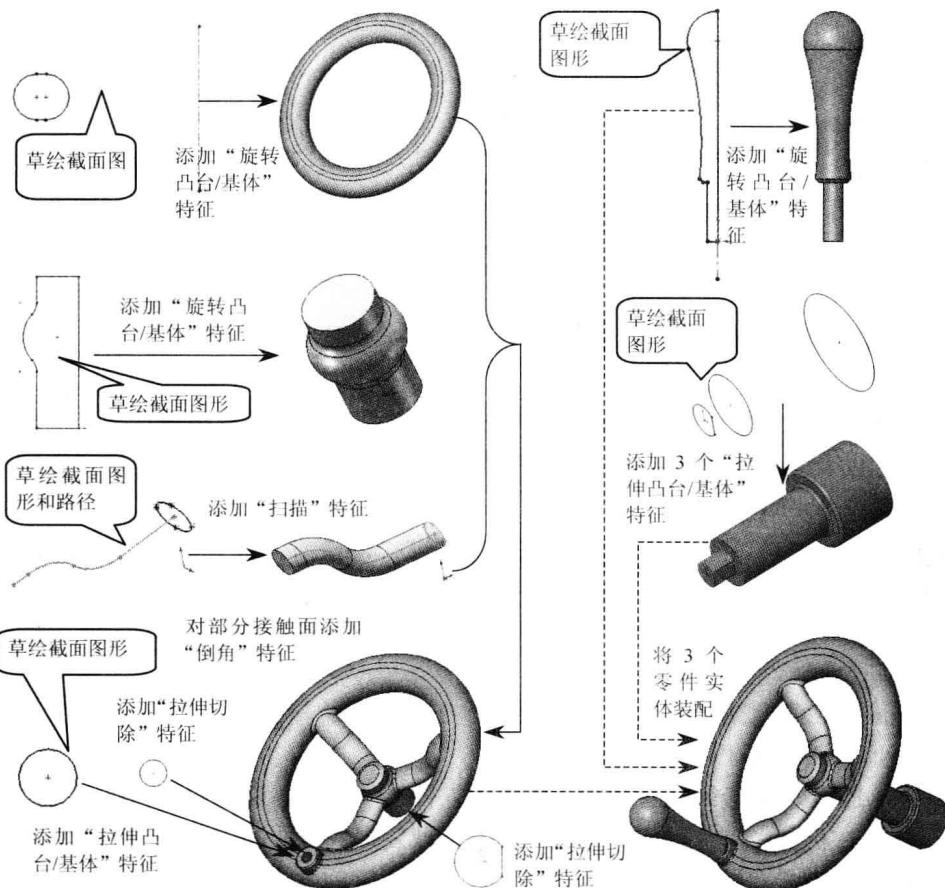

图 1-1 SolidWorks 的零件设计流程
- (1) 创建草图：创建模型的草绘图形，此草绘图形可以是模型的一个截面或轨迹等。
- (2) 创建特征：添加“拉伸”、“旋转”、“扫描”等特征，利用创建的草绘图形来创建实体。
- (3) 装配部件：如果模型为装配体，那么还需要将各个零部件按某种规则进行装配。
- 具体设计过程如图 1-1 所示。